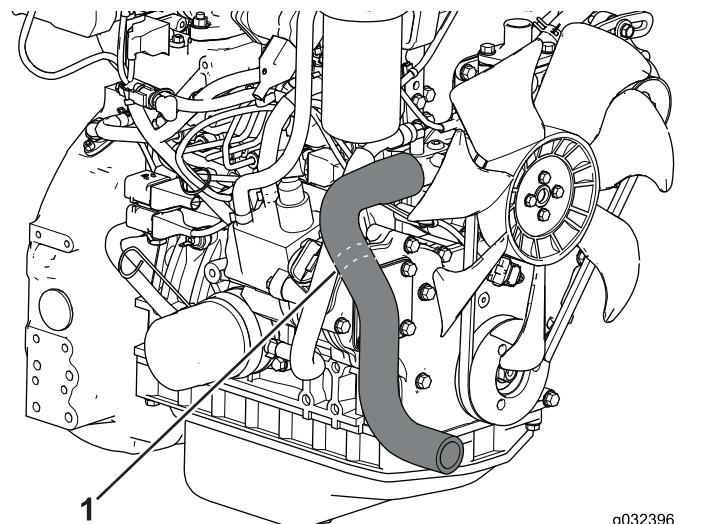

Figura 10
- Localice la manguera del radiador (Figura 10).
- Utilice una herramienta de corte para cortar la manguera del radiador en las líneas de corte (Figura 10).